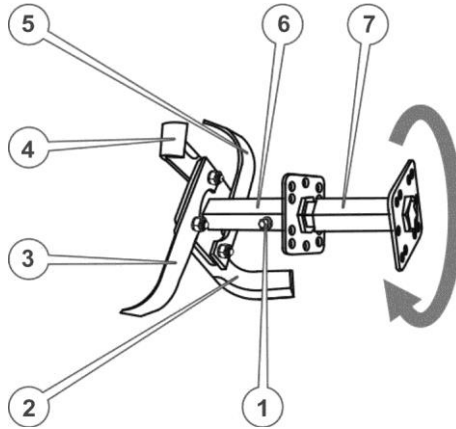

Рисунок 4.5. Ґрунтофреза
1. Вставити додаткову ступицю ротора в шестигранний отвір основної ступиці та зафіксувати, щоб уникнути можливого осьового зсуву, пальцем із шплінтом (див. рисунок 4.5.).
3. Прикласти приготовані ножи (наприклад поз. 2 та поз. 3 на рисунок 4.5.) до кріпильного квадрата ступиці уздовж двох суміжних сторін цього квадрата таким чином, щоб квадрат опинився всередині загинів ножів, загострені частини ножів були направлені в напрямку обертання (як зазначено стрілкою на рисунок 4.5.), кріпильні отвори ножів збіглися з отворами квадрата, при цьому кінцевий отвір одного ножа (поз.3) збігся із серединним отвором іншого ножа (поз.2). Утримуючи ножи в такому положенні, вставити в отвір болт, надіти шайби та наживити гайку.